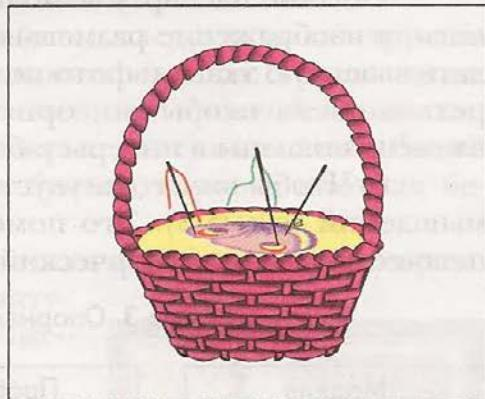

Рис. 134. Корзина-игольница
- Корзина-игольница, на подушечке которой крестом вышита бабочка (рис. 134).